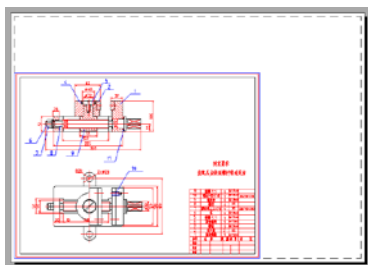

图 12-27 范围打印
- 范围：打印模型空间中包含所有图形对象的范围。这里【范围】的含义与 ZOOM 命令中范围显示含义相同，范围打印如图 12-27 所示。